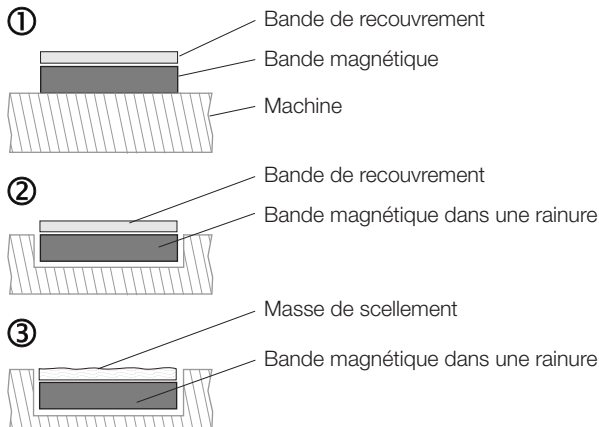

Fig. 4-3: Possibilités de montage pour la bande magnétique
En cas de conditions ambiantes normales, coller la bande magnétique sur une surface plane. En option, coller la bande de recouvrement à titre de protection (voir Fig. 4-3, pos. 1).
En cas de conditions ambiantes rudes, insérer entièrement la bande magnétique dans une rainure, afin qu'elle ne dépasse pas de la surface. En option, coller la bande de recouvrement (voir Fig. 4-3, pos. 2).
En présence de conditions ambiantes extrêmes, noyer la bande magnétique intégralement dans une rainure légèrement plus profonde et la sceller avec une matière amagnétique. Eventuellement poncer le matériau de scellement (voir Fig. 4-3, pos. 3).
- Possibilités de montage (voir Fig. 4-3) : par collage sur la surface ou par incorporation dans une rainure suivie d'un collage.